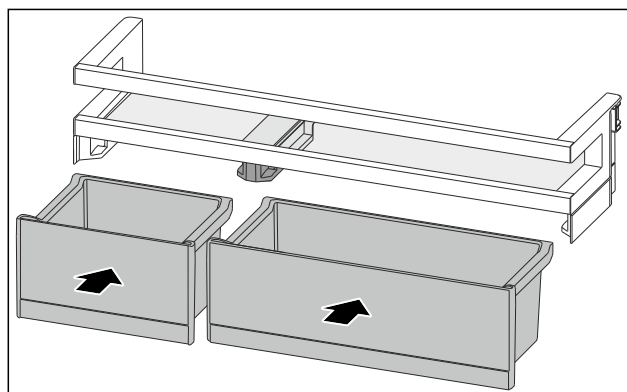

Fig. 189
- ▶ Вставте контейнери VarioBox у змінні положення. (див. Fig. 189)